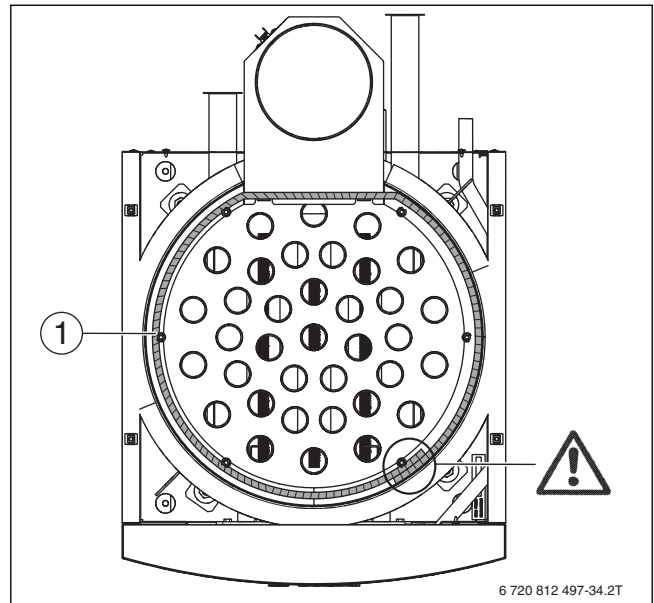

Рис. 38 Укладка уплотнительного шнура
- ▶ Снова уложите уплотнительный шнур (→ рис. 38, стр. 34).